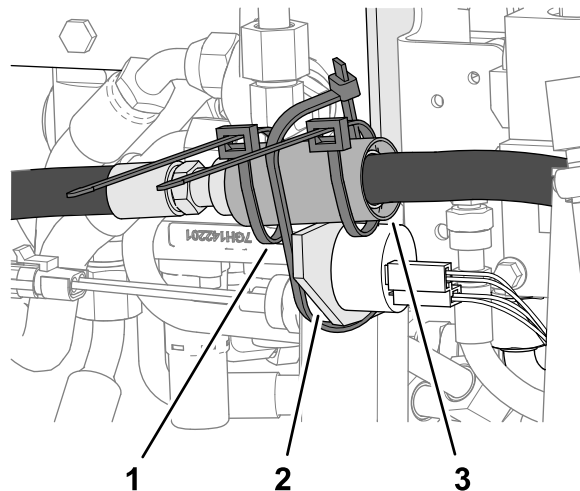

Figura 27
5. Envuelva los acoplamientos rectos de las 2 mangueras con el protector y fije el protector a los acoplamientos con 2 bridas (Figura 27).
6. Fije el protector y las mangueras al soporte de la válvula, tal y como se muestra en la Figura 27.